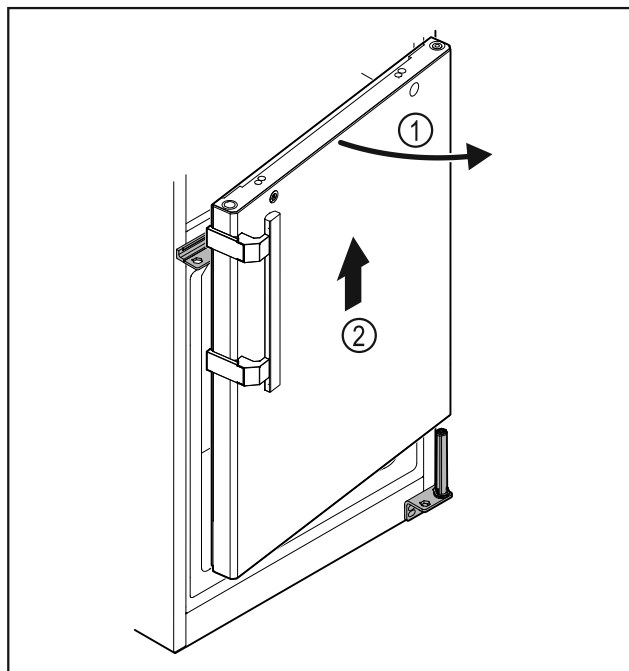

Fig. 33
- Åbn døren Fig. 33 (1) let, løft den ca. 200 mm lige op, og tag den af Fig. 33 (2).